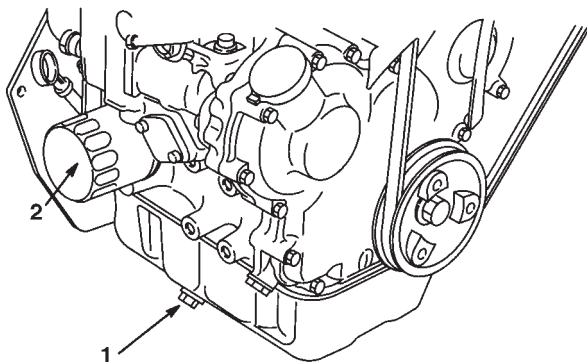

Figure 27
4. Placez un bac de vidange sous l'orifice de vidange. Enlevez le bouchon de vidange et laissez s'écouler toute l'huile (Fig. 27).